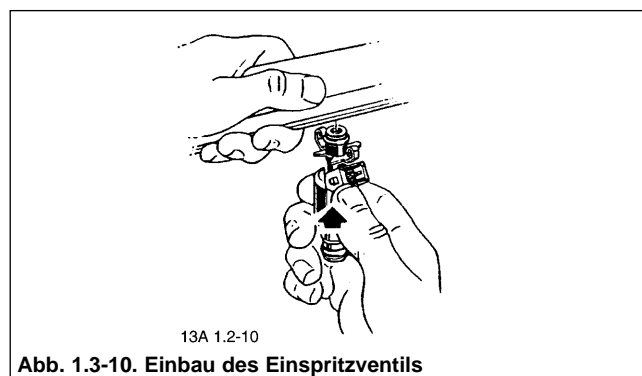

Abb. 1.3-10. Einbau des Einspritzventils
3. Das Einspritzventil in den Verteilersitz (Abb. 1.3-10) mit der Steckverbindung nach oben solange einsetzen, bis der Halter in der Nut am Verteiler einrastet.